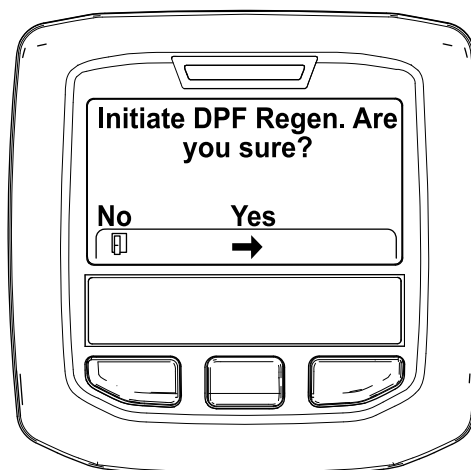

Bild 49
4. Wenn die Meldung „Initiate DPF Regen. Are you sure?“ angezeigt wird, drücken Sie die mittlere Taste (Bild 49).